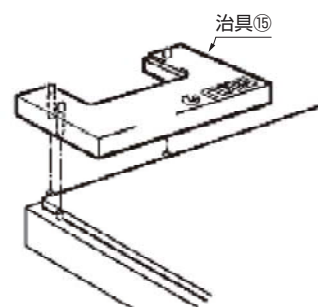

図 3-5-2
- [2] 接着用の治具⑮を取り付けてください (図 3-5-2)。